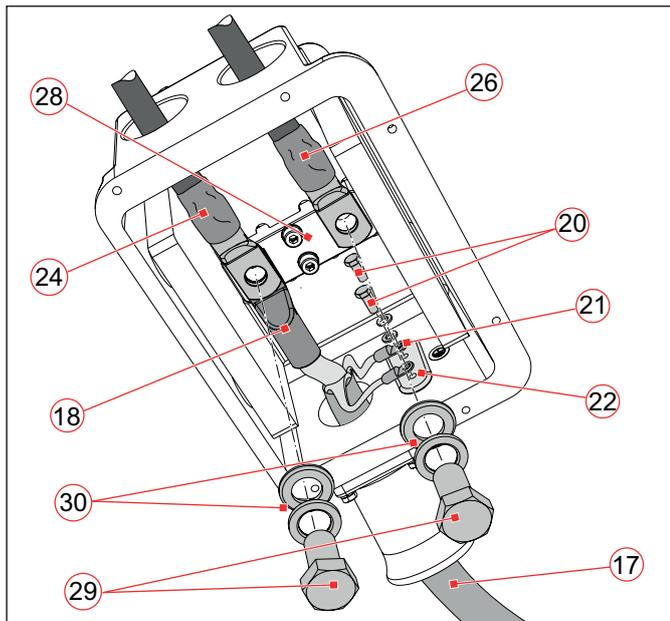

Abb. 25: Beispiel für den Anschluss von Anschlusskabel, Abzweigkabel und Zugsammelschiene bei horizontalem Anschlussstück
- ▶ Das Anschlusskabel (**Abb. 25/17**) in den Kabelabzweigkasten einführen.
- ▶ Die 2 Kabelschuhe (21) der beiden Erdungsleitungen mit Schrauben (20) und Sperrkantringen an den Erdungsanschlüssen (22) festschrauben.
- ▶ Abzweigkabel (24) und Kabel der Zugsammelschiene (26) durch die Kabeldurchführungen einführen.
- ▶ Kabelschuh des Anschlusskabels (18) zusammen mit Kabelschuh des Abzweigkabels (24) (wie beispielsweise in **Abb. 25/18,24** gezeigt wird) mit Schraube (29) und Beilagscheibe sowie Sperrkantring (30) am linken Anschluss des Anschlussstücks (28) festschrauben.
- ▶ Kabelschuh der Zugsammelschiene (26) (wie beispielsweise in **Abb. 25/26** gezeigt wird) mit Schraube (29) und Beilagscheibe sowie Sperrkantring (30) am rechten Anschluss des Anschlussstücks (28) festschrauben.